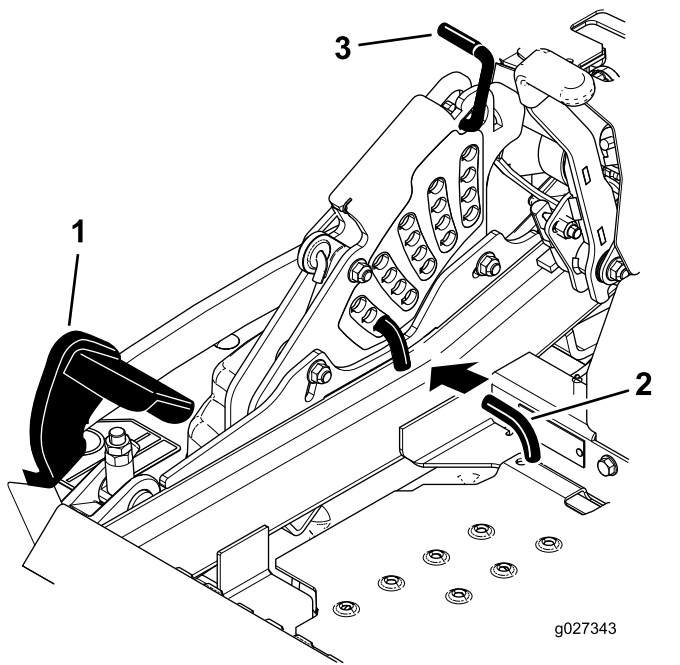

Figure 85
5. Enfoncez la pédale de relevage du tablier de coupe au maximum pour verrouiller le tablier à la position de transport de 14 cm (5½") (Figure 85).